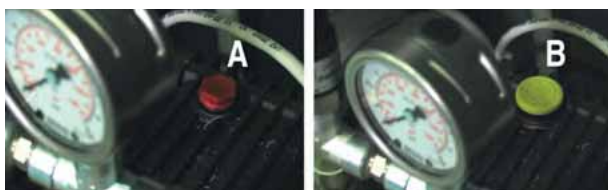

Рис. 2.n
- заменить транспортировочную заглушку (рис. 2.a, А), используемую исключительно для транспортировки, ЗАГЛУШКУ С ВЕНТИЛЯЦИОННЫМ ОТВЕРСТИЕМ (рис. 2.a, В), используемую в нормальном режиме работы;